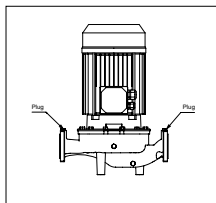

РИС. 4: Для проверки наполнения насоса требуются заглушки
- удалите заглушку/шестигранную пробку, расположенную на верху корпуса насоса (РИС. 4);